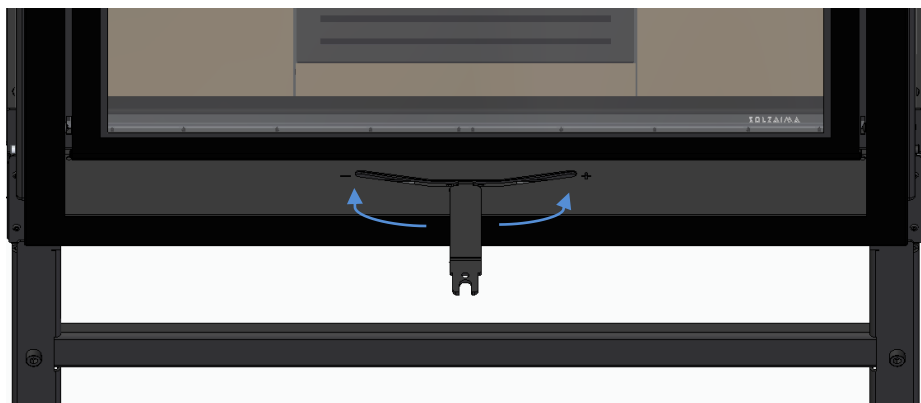

Figure 34
Pour ouvrir les vannes d'air – Faites glisser le régulateur vers la droite (référéncé par le symbole « + ») avec la clé fournie dans l'équipement, pendant la phase d'allumage et l'augmentation de la consommation de bois, voir Figure 34.
- a) Ouvrez le régulateur d'air de combustion, déplacez le régulateur de combustion sur la position « + » (voir Figure 34);